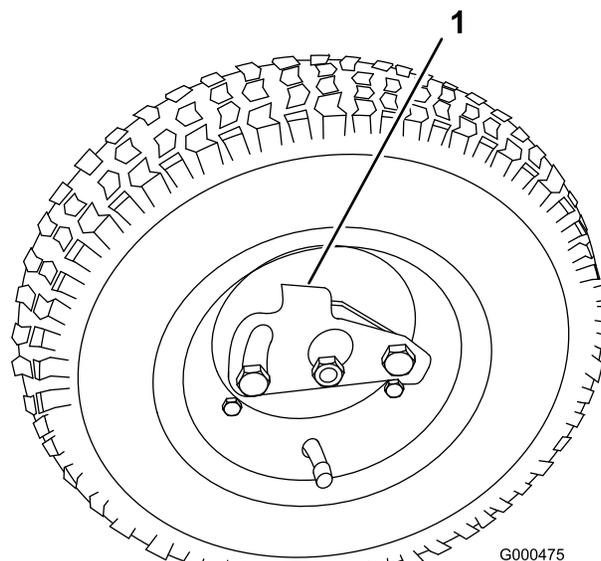

Figura 10
2. Premete la clip di bloccaggio della ruota verso il centro e fate scorrere la ruota sull'albero esagonale (Figura 10).